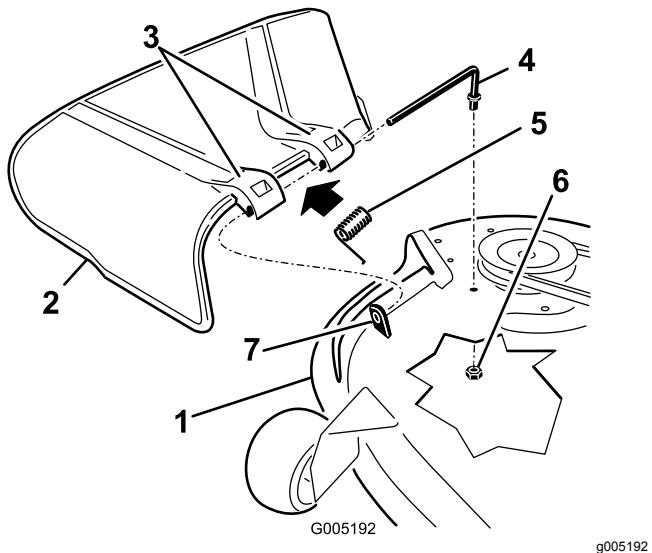

Figura 76
1. Retire la tuerca ($\frac{3}{8}$ ") de la varilla debajo del cortacésped (Figura 76).
2. Retire la varilla del separador corto, del muelle y del deflector de hierba (Figura 76).
4. Vuelva a colocar el deflector de hierba (Figura 76).
7. Deslice la varilla por el segundo soporte del deflector de hierba (Figura 76).
9. Sujete el extremo trasero de la varilla en el cortacésped con una tuerca ($\frac{3}{8}"), como se muestra en la Figura 76.$